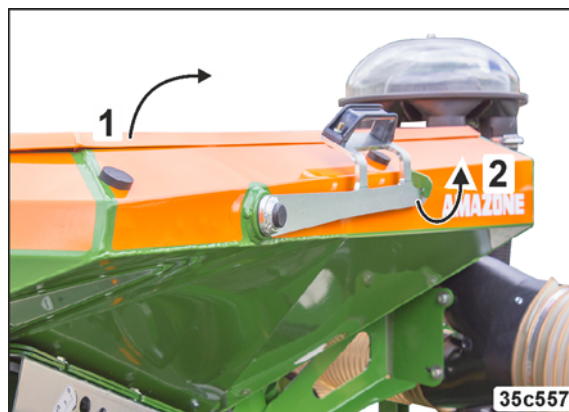

Fig. 241
4. Ouverture du couvercle (Fig. 241/1) de la trémie.
- 4.1 Déverrouillez le levier (Fig. 241/2).
- 4.2 Ouvrez le couvercle (Fig. 241/1) en actionnant le levier.